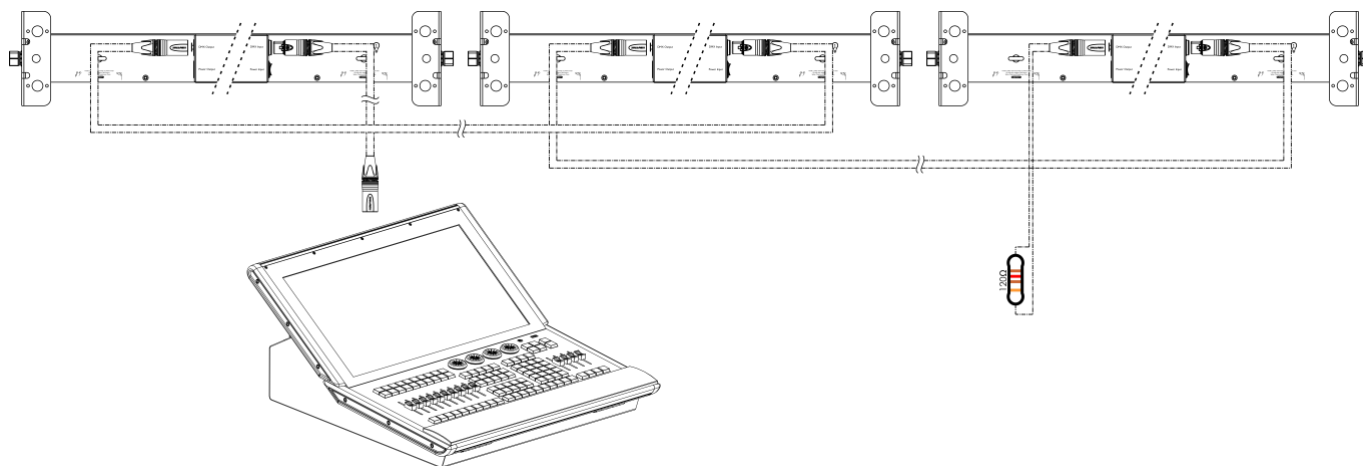

Fig. 05
- 04) Conecte las unidades entre ellas como se indica en la Fig. 05. Conecte un controlador de iluminación a la toma IN (entrada) DMX del primer dispositivo mediante un cable DMX. Conecte un cable DMX que vaya desde el conector DMX OUT (salida) de la primera unidad al conector DMX IN (entrada) de la segunda unidad. Repita este proceso para interconectar el resto de las unidades.